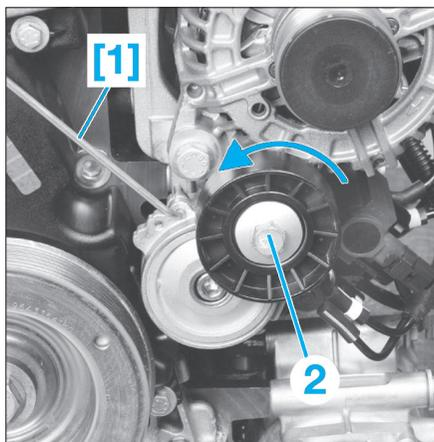

Fig. 3
- [1]. Goupille, Ø 4 mm (Fig.3).
- Tourner le galet tendeur (2) dans le sens antihoraire (Fig.3).